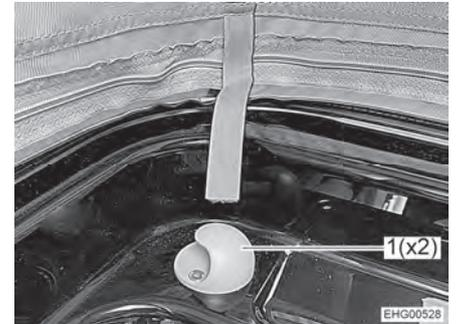

Fig. 61 Fixation
- Accrocher le filet de sécurité aux deux fixations (Fig. 61,1).